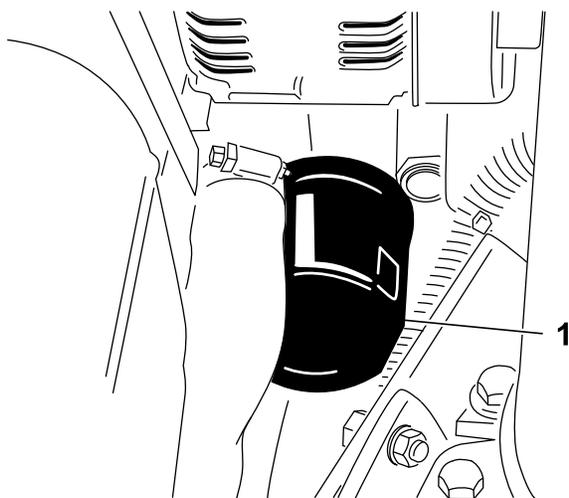

図 45
2. オイルフィルタ（図 45）を外す。新しいフィルタのシールに薄くエンジン・オイルを塗って取り付ける。締めすぎないように注意すること。